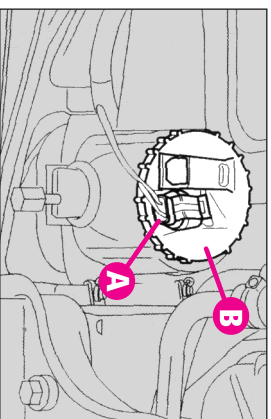

fig.33
- Demontați conectorul electric (A-fig. 33);
- Rotiți suportul becului (B-fig. 33) în sensul invers acelor de ceasornic și îndepărtați-l.
- puneți corect la loc capacul protector (B-fig. 33) și rebransați conectorul (A-fig. 33).